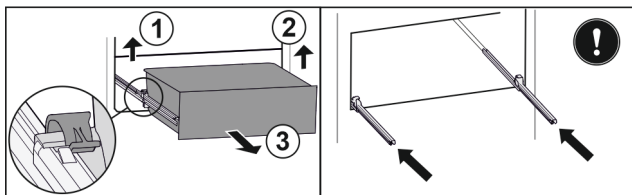

Fig. 121
- ▶ Приподнимите левый зажим и одновременно вытяните движением вперед выдвижной ящик слева. Fig. 121 (1)
- ▶ Приподнимите правый зажим и одновременно вытяните движением вперед выдвижной ящик справа. Fig. 121 (2)
- ▶ Извлеките выдвижной ящик движением вперед. Fig. 121 (3)